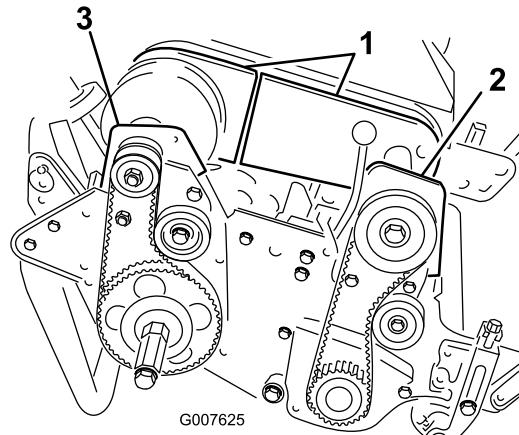

图48
4. 拧下将差速器罩的前后部分固定到差速器壳体的螺栓将差速器罩滑开露出皮带图48。
6. 卸下将前离合器壳体固定到侧板上的 2 个螺栓和 2 锁紧螺母图48。
8. 卸下将右后轴承座固定到侧板上的 2 个螺栓和锁紧螺母图48。